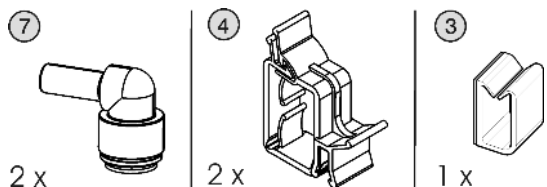

*Fig. 11*
- ▶ Applicare la copertura *Fig. 11 (15)* inferiore, dall'alto sulla lamiera di collegamento *Fig. 11 (5)* e inserire a scatto in basso.